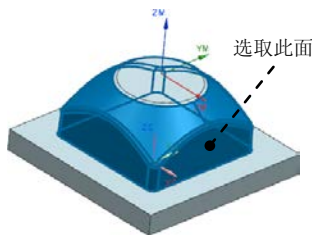

图 5.11 指定切削区域
Step2. 在图形区中选取图 5.11 所示的面 (共 18 个) 为切削区域, 然后单击“切削区域”对话框中的 **确定** 按钮, 系统返回到“深度加工轮廓”对话框。